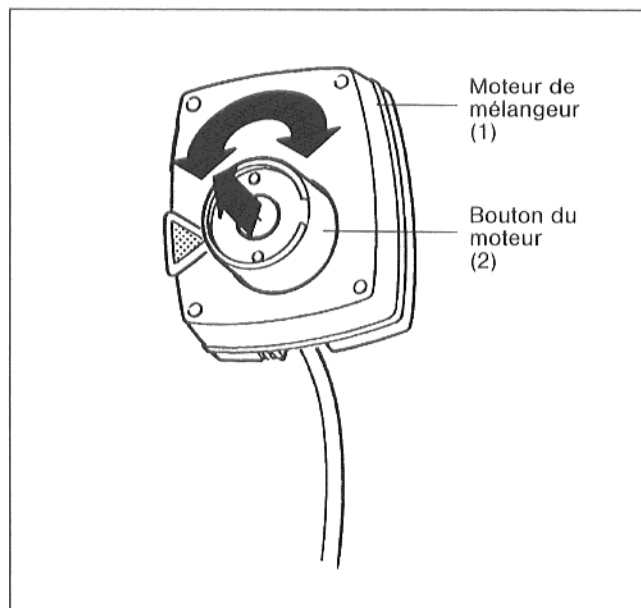

Fig. 1
- Déballer le moteur de mélangeur (1) des enveloppes calorifuges.
- Tourner le bouton du moteur (2) vers la gauche ou vers la droite jusqu'à ce qu'il encliquette et se bloque (fig. 1).